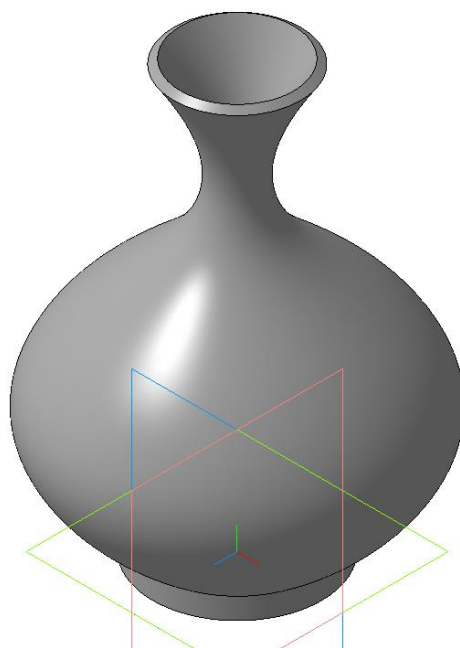

Рис. 9.14. Трехмерная модель вазы.
3.13. Выберите режим отображения Полутоновое (рис. 9.14).